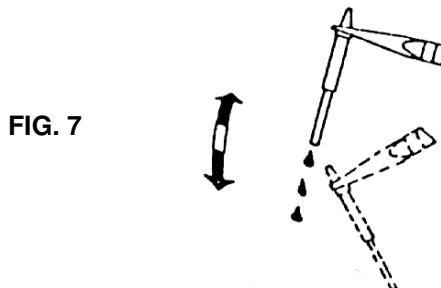

FIG. 7
6. Enlevez la panne et détachez la soudure fondu en secouant : la panne est maintenant débloquée (fig. 7). Replacez la panne et vissez le dispositif de verrouillage. Faites attention de ne pas serrer la vis trop fort !